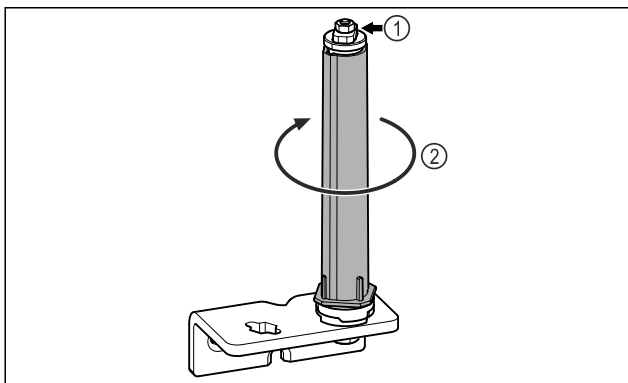

Fig. 29
- ▶ Systemu blokującego drzwi Fig. 29 (1) nie należy demontować.
- ▶ System blokujący Fig. 29 (2) obrócić do momentu, aż kliknie.